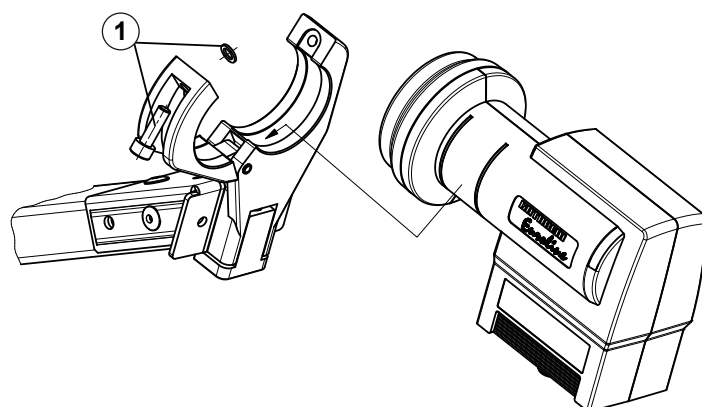

Abb. 5: Speisesystemhalterung montieren
1. Die M5-Schraube lösen (① in Abb. 5).